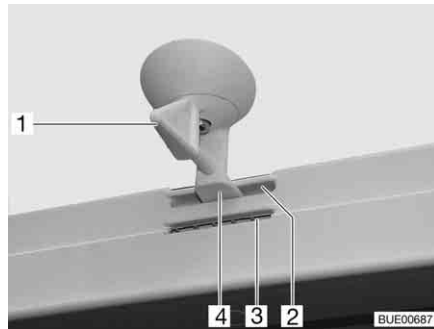
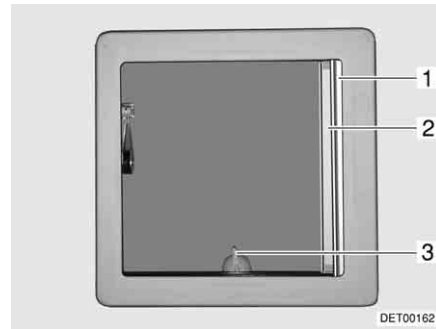

Fig. 35 Oblò inclinabile, bloccaggio
Fig. 36 Oblò inclinabile
- Ruotare la leva (Fig. 35,1 o Fig. 36,3) di un quarto di giro.
- Girare la leva di un quarto di giro. Il bloccaggio (Fig. 35,4) deve entrare nella feritoia inferiore (Fig. 35,3).
- Girare la leva di un quarto di giro. Il bloccaggio (Fig. 35,4) deve entrare nella feritoia superiore (Fig. 35,2).
- Tirare la tendina oscurante pieghevole (Fig. 36,1) fino alla posizione desiderata e rilasciare. La tendina oscurante pieghevole rimane in questa posizione.
- Estrarre la zanzariera a rullo (Fig. 36,2) fino a quando non scatta il bloccaggio dalla parte opposta.